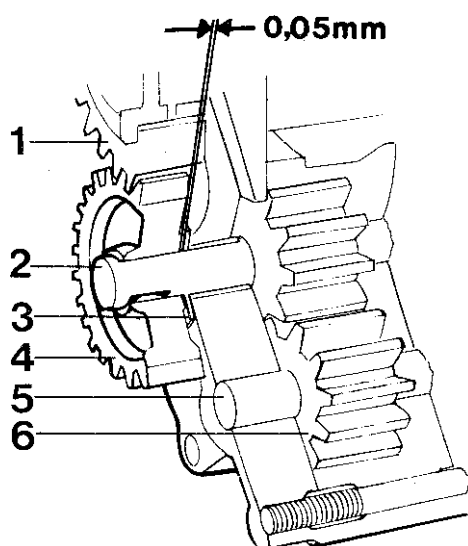

Fig. 106. Oljepump (standard)
4. Placera axialbrickan (3 fig. 106) på axeltappen (en ny axialbricka ingår i reparationssatsen). Sätt dit kilen och pressa på drivhjulet. OBS! Ett spel på 0,02-0,08 mm skall finnas mellan axialbricka och kugghjul, varför ett bladmått på 0,05 mm bör placeras i spalten vid hopsättningen.
5. Montera löphjulet (6) och pumphuset. Dra fast pumphuset vid konsolen. Kontrollera att pumpen lätt kan vridas runt för hand.